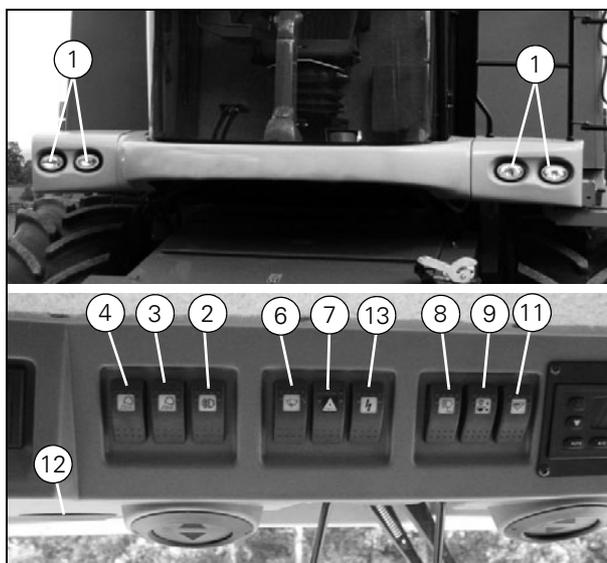
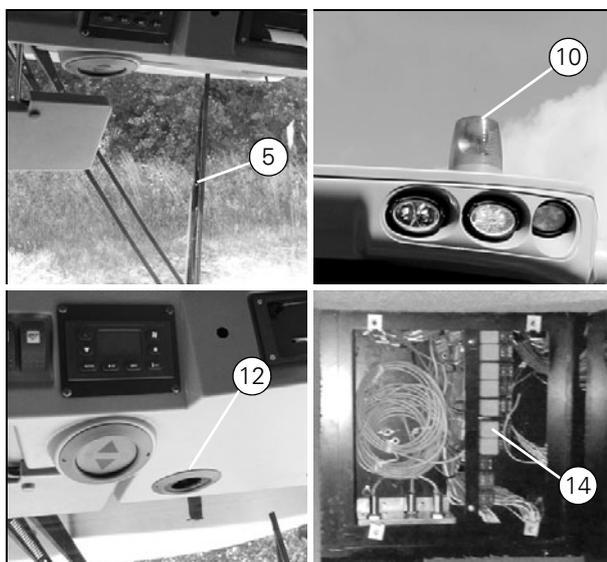

Рисунок 35
Рисунок 36
(Рис. 35) и (Рис. 36)
Стеклоочиститель (5) (Рис. 36) лобового стекла включается с помощью переключателя (6), (Рис. 35).